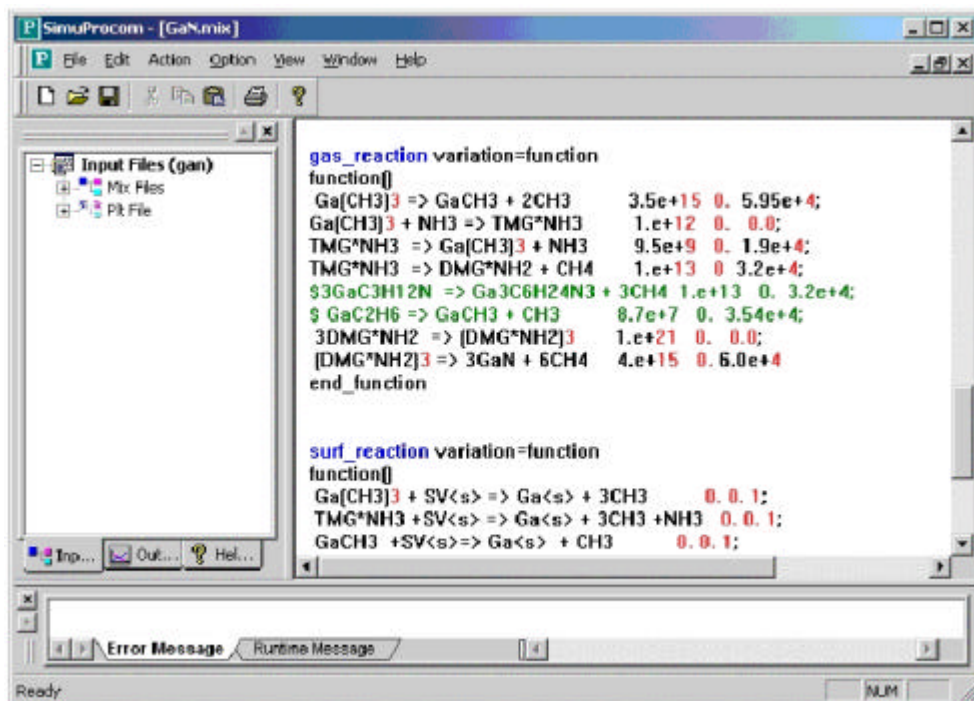

図 3 GaN成膜の化学反応の設定を行っているSimuProcom
- (3) 図3は、SimuProcomの制御プログラムのGUIと、化学反応方程式のエディタの表示です。